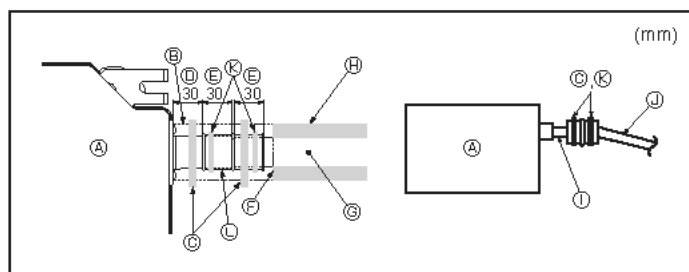

Fig. 6-2
1. Sluit de aftapbus (meegeleverd met de unit) aan op de afvoeropening. (Fig. 6-2) (Bevestig de buis met behulp van PVC-plakband en zet deze stevig vast met behulp van een band.)